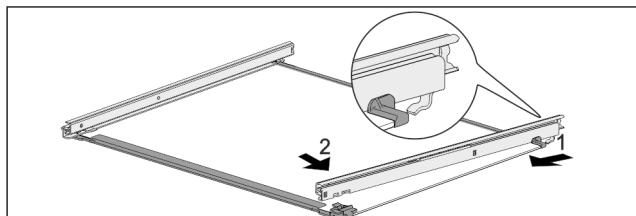

Fig. 125 Стеклянная пластина с направляющими
- Зашептите направляющую сзади. Fig. 125 (1)
- Зашелкните направляющую спереди. Fig. 125 (2)